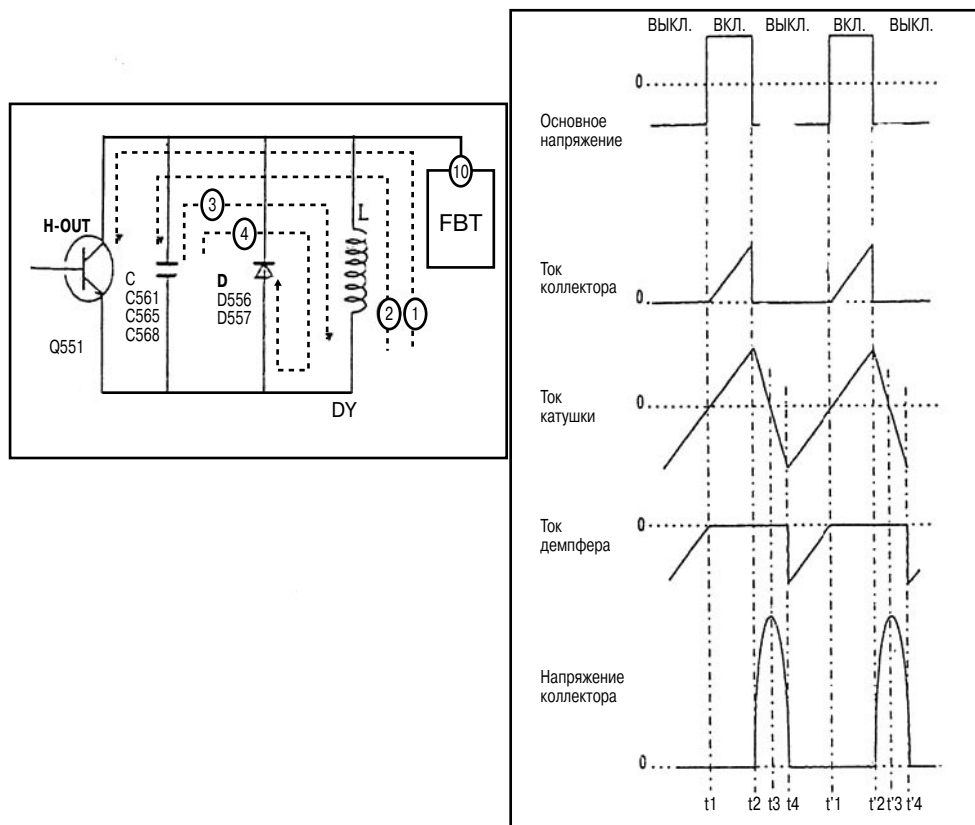

Рис. 4.1
1. Базовый вход транзистора (Q551) не работает, пока потенциал на нем не достигнет определенного уровня [Рис. 4.1].